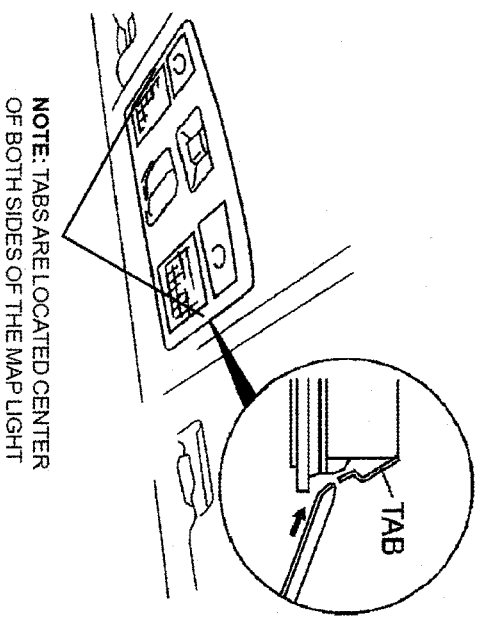

FIGURE 28
- 1.) INSERT A FIBER STICK INTO THE GAP BETWEEN THE HEADLINER AND THE MAP LIGHT. (SEE FIGURE 28)
- 2.) PRESS THE TABS AND REMOVE THE MAP LIGHT. (SEE FIGURE 28)